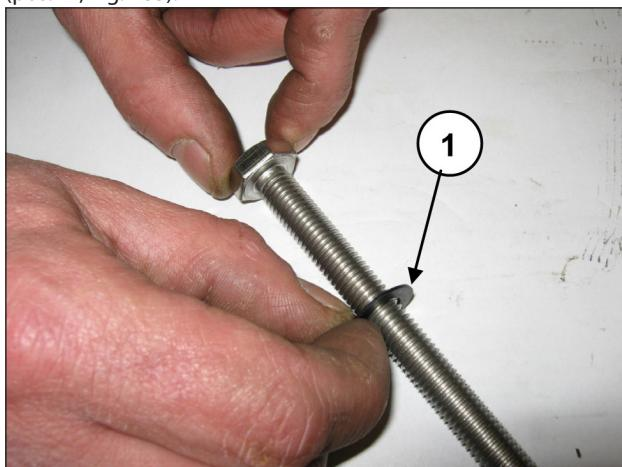

Fig. 183
Insira a arruela Ø10x18x0.9 no parafuso de fixação do pistão (pos. ①, Fig. 183).